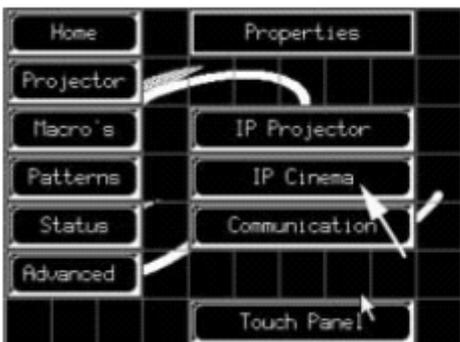

图 11-12 选择的IP电影院IP地址
- 按“IP Cinema”（电影院IP地址）按钮。（图 11-12）